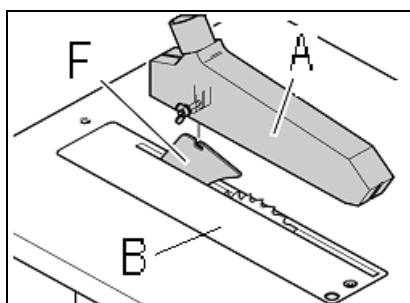

Fig 18
Befestigen Sie die Sägeschutzhülle (A, Fig 18) mit 1 Torbandschraube, 1 Scheibe und 1 Flügelmuttern am Spaltkeil (F).